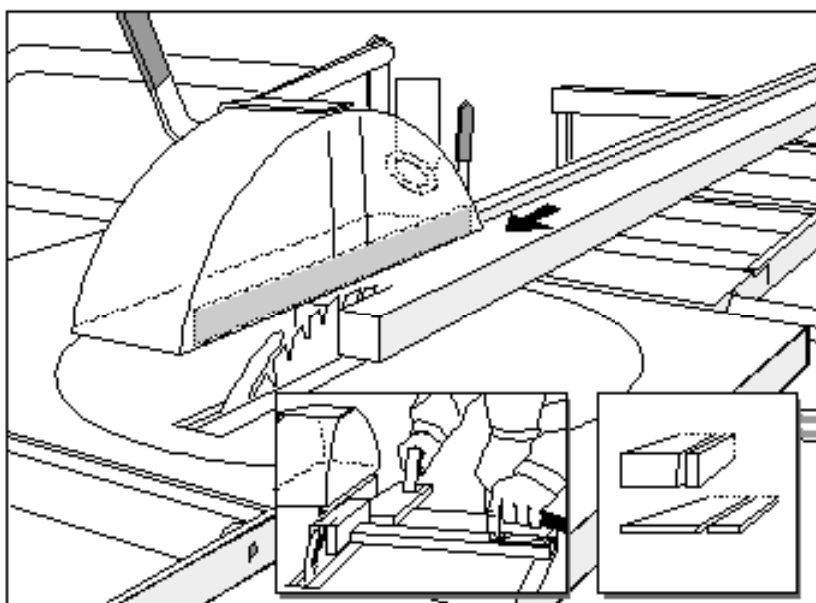

Fig. 8
- För materialet längs anhållet och låt sågklingan lugnt skära igenom arbetsstycket. Använd påskjutare när det återstår ca **120 mm** att klyva och när avståndet mellan sågklingan och anhållet är mindre än **120 mm**. Se *fig 8*.